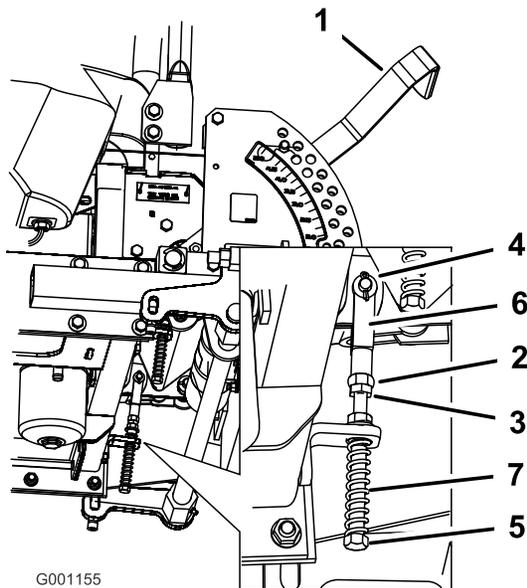

Figura 64
8. Si es necesario un ajuste, afloje la tuerca y la contratuerca contra la horquilla (Figura 64).
9. Aplique una ligera presión hacia atrás en la palanca de control de movimiento, gire la cabeza del perno de ajuste en el sentido apropiado hasta que la palanca de control esté centrada en posición de bloqueo/punto muerto (Figura 64).
10. Apriete la tuerca y la contratuerca (Figura 64).